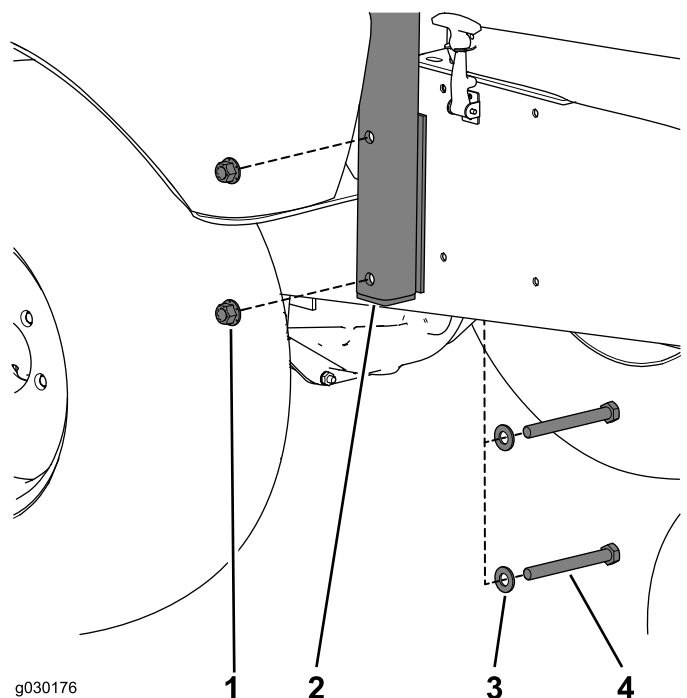

Figure 2
8. Déposez l'arceau de sécurité de la machine (Figure 2).